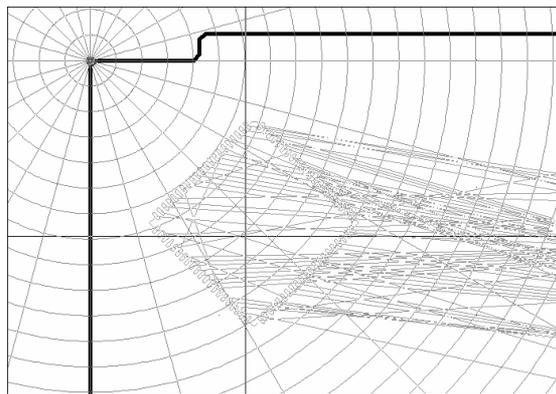

图 10-20 在极坐标系中移动元器件
(1) 单击工具栏中的  图标按钮，打开设计工具栏，再单击  图标按钮即进入极坐标移动模式。
(2) 也可以选中元器件/元器件组，然后单击鼠标右键，在弹出的快捷菜单中选择“径向移动”命令，进入极坐标移动模式。
(3) 选择一个元器件/元器件组，或者用复选框选中多个元器件，使之高亮显示，极坐标的网格也会随之出现，如图 10-20 所示。